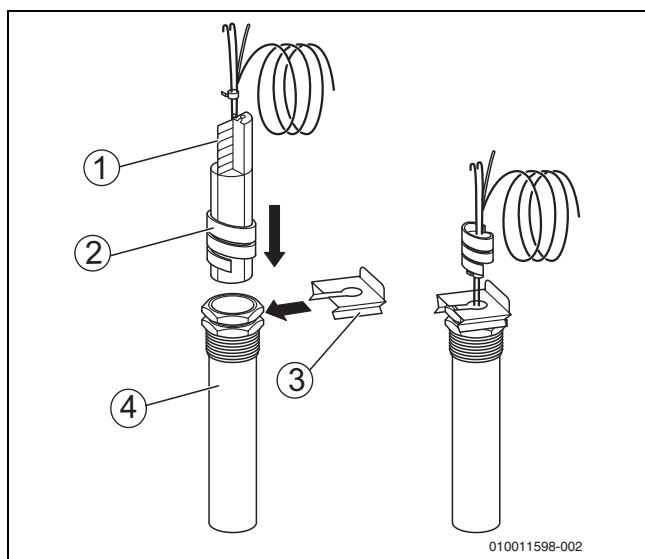

Рис. 22 Установка пластмассовой спирали в погружную гильзу
- ▶ Закрепите комплект датчиков в гильзе фиксатором [3] (→ рис. 22, стр. 27).
Пластмассовая спираль [2], удерживающая датчики, при установке автоматически сдвигается назад (→ рис. 22, стр. 27).
Для создания хорошего контакта между гильзой [4] и датчиками, чтобы обеспечить надёжную передачу температуры, вставьте между датчиками компенсационную пружину [1] (→ рис. 22, стр. 27).